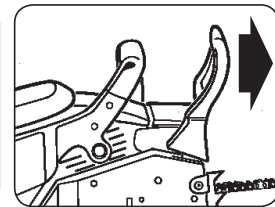

Fig. 5B
2. Le frein de chaîne est actionné (la chaîne ne bouge pas) quand le levier du frein est vers l'avant. Vous ne devriez pas être capable de faire bouger la chaîne (Fig. 5B).